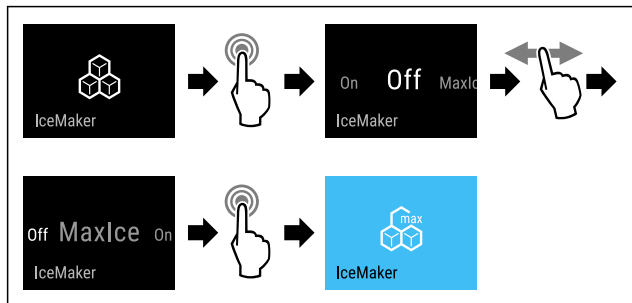

Fig. 17
- ▶ Ejecutar los pasos (consulte Fig. 17) .